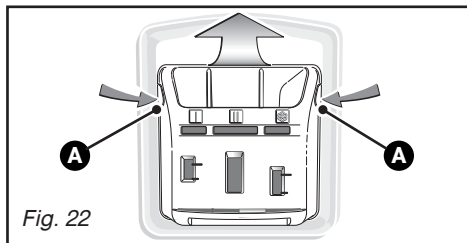

Fig. 22
- appuyez simultanément sur les bossages **A** se trouvant de part et d'autre de la boîte, celle-ci s'extrait de son logement (Fig. 22).